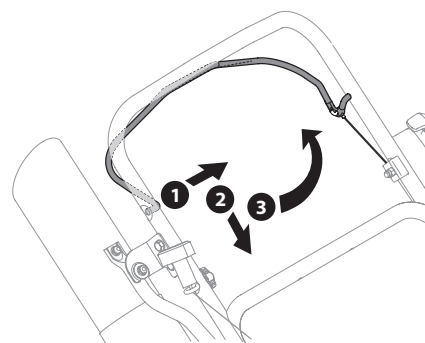

Figure 18
1. Poussez le côté droit du levier de contrôle hors du trou droit sur le guidon supérieur. Voir Figure 18 (1).
2. Faites tourner le levier de contrôle vers le guidon inférieur. Voir Figure 18 (2).
3. Ensuite, faites tourner le levier de contrôle vers le haut afin de le retirer du trou gauche sur le guidon supérieur. Voir Figure 18 (3).